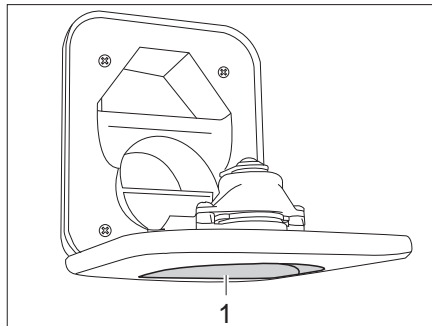

Fig. 265 Bec de remplissage d'eau fraîche pour les toilettes
- Ouvrir le bec de remplissage d'eau fraîche pour les toilettes (Fig. 265,1) au-dessus du portillon pour le réservoir pour matières fécales et le faire pivoter vers le bas.